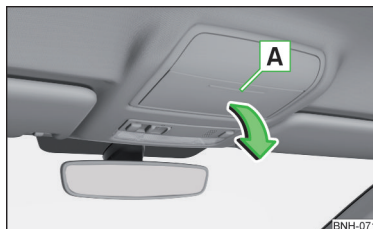

Abb. 86
- › Zum **Öffnen** auf den Deckel des Brillenfachs im Bereich **A** drücken. Das Fach klappt in Pfeilrichtung » Abb. 86.